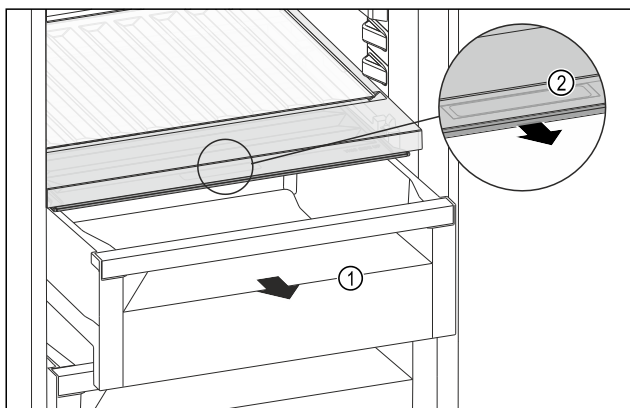

Fig. 223
- Retirer le tiroir Fig. 223 (1).
- Saisir la poignée encastrée Fig. 223 (2) du couvercle du compartiment et tirer le couvercle du compartiment par l'avant.